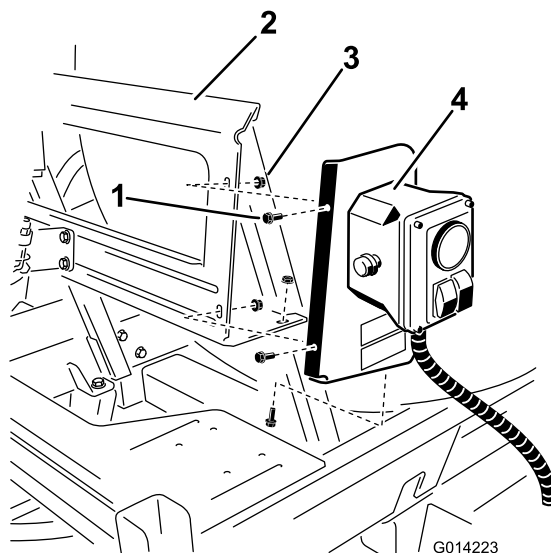

Figura 8
2. Instale o conjunto no suporte de montagem utilizando 3 parafusos (1/4 x 5/8 pol. e 3 porcas de bloqueio (1/4 polegada) como indicado em Figura 8.